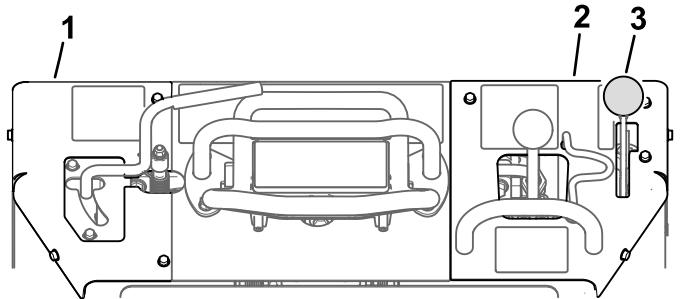

Figure 18
8. Installez les couvercles gauche et droit du panneau de commande, en prenant soin de faire passer le faisceau dans les fentes (voir Figure 18).